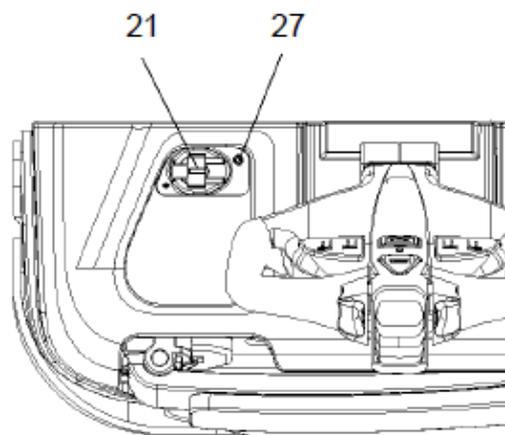

Fig.16: LED status
Estacione a empilhadeira em uma área segura com uma fonte de energia. Abaixee os garfos e remova a carga. Desligue a empilhadeira e remova o cabo mola (21) e conecte na tomada. O carregador começará a carregar a bateria. A bateria estará totalmente carregada quando a luz verde estiver ligada (fig. 16, 27), e o carregador entra em modo flutuante para evitar danos à bateria. Quando o carregamento estiver concluído, desconecte o conector da tomada e coloque-o local designado.